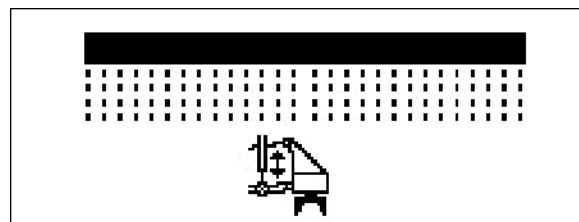

Fig. 46
1.  Preseleccionar el **KG** (Fig. 46).